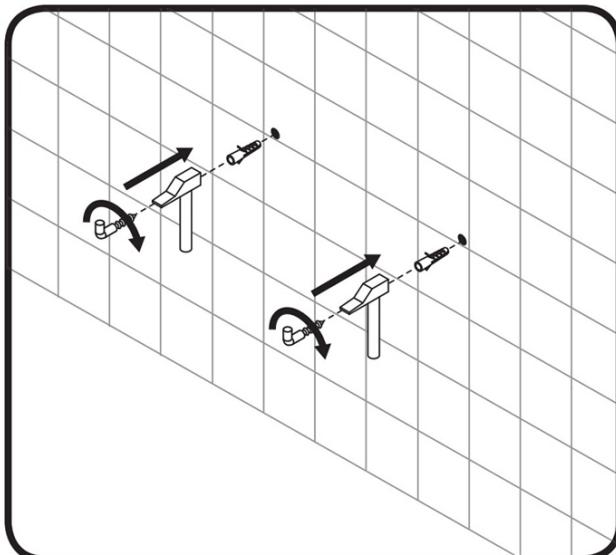

Рис.3 МОНТАЖ АНКЕРНЫХ БОЛТОВ
- Далее, мы установили, дюбеля в просверленные отверстия, с помощью резинового молотка. После того как мы убедились в том, что дюбеля установлены должным образом, ввинчиваем в анкерные болты. Важно чтобы крючок болта смотрел вверх (**рис.3**).